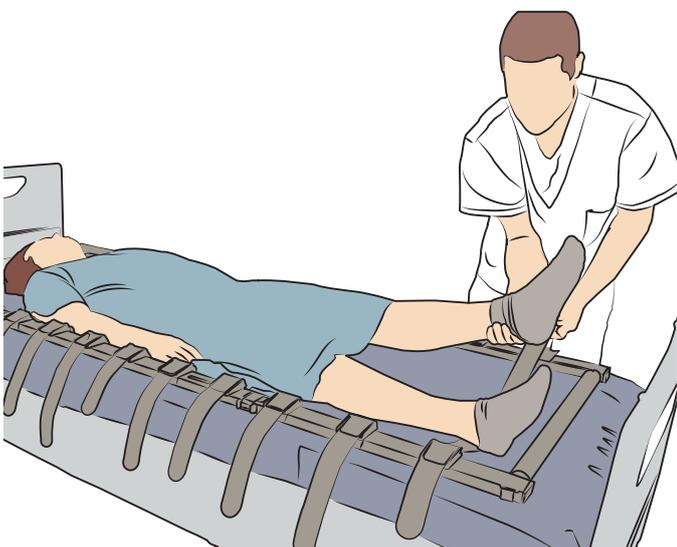

Fig. 25
2. Retire las correas transversales tirando desde un lado. Una vez retiradas las correas transversales, retire el resto de componentes de la camilla con correas de Arjo, incluidos los tubos de los extremos y las secciones laterales. Vea la fig. 25.